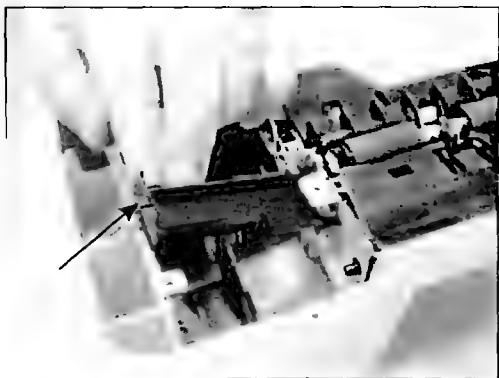

Рис. 2.20
14. Снимают перемычки чистки резинок, которые, в свою очередь, служат для очистки дюз головок. За правый край поворачивают перемычку по окружности вверх (рис. 2.20). Следует иметь в виду, если принтер не новый, она всегда заляпана чернилами. После снятия механизма привода каретки рядом с перемычкой имеется хомут с резьбовым отверстием, его тоже следует снять.